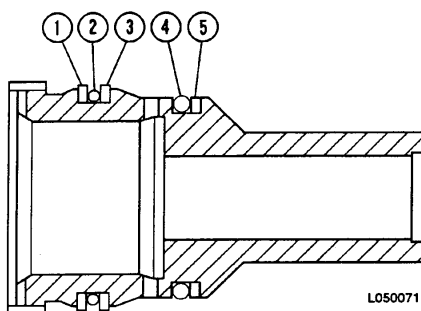

FIGURA 6-18. UBICACION DEL ANILLO DE GOMA EN LA CAMISA DEL PISTON
27. Inserte el conjunto del pistón de control en la camisa (4).
28. Mientras sujeta el pistón de control, presione o deslice el pasador (8) y asegure con pasador de dos patas o pasador cilíndrico (18).
30. Instale el anillo de respaldo (1, Figura 6-18) y el anillo de goma (2) y anillo de respaldo (3) en la ranura de más atrás en la camisa del pistón. Monte el anillo de goma (4) y el anillo de respaldo (5) en la ranura que queda.